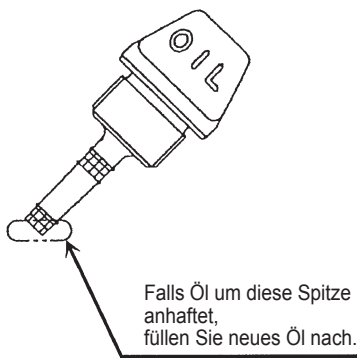
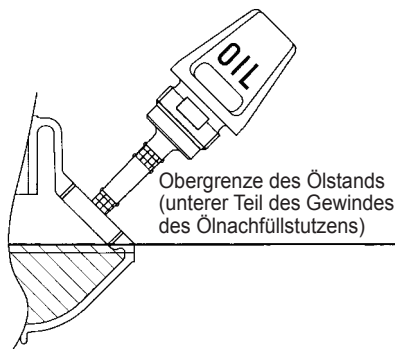

Abb. 1
Abb. 2
Wenn der Ölstand so niedrig sein sollte, dass nur die Spitze der Ölstandsanzeige das Öl berührt, vor allem bei in das Motorgehäuse eingesteckter, aber nicht festgeschraubter Ölstandsanzeige (Abb. 1), füllen Sie Öl über die Öffnung nach (Abb. 2).
(1) Halten Sie das Antriebsniveau und trennen Sie die Ölstandsanzeige ab.
(2) Füllen Sie Öl bis zur Kante des Ölnachfüllstutzens auf. (Siehe Abb. 2).